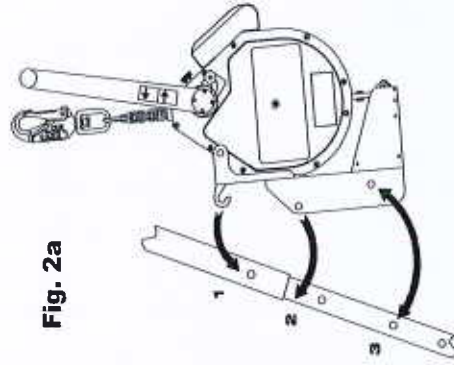

Fig. 2a
5.3 Pose sur un trépied (Réf. Fig. 2a et 2b)